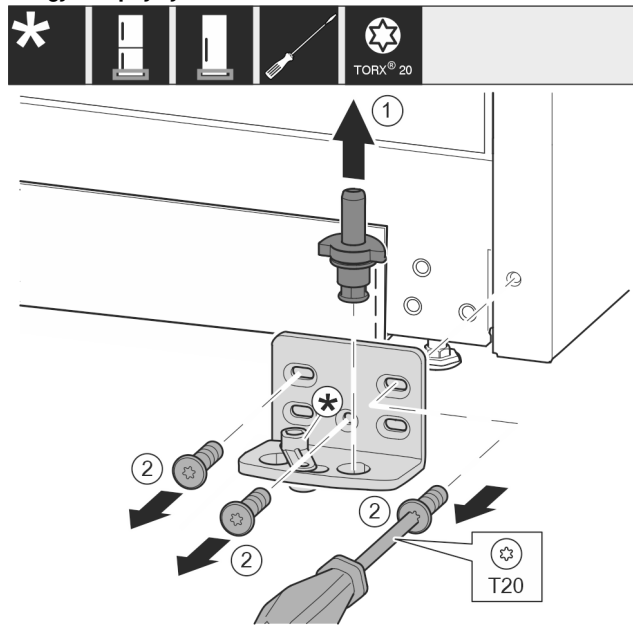

Fig. 11
- ▶ Nxirrni jashtë komplet bazamentin mbështetës nga lart. Fig. 11 (1)
- ▶ Nxirrni jashtë vidat me një kaçavidë T20 dhe hiqni bazamentin mbështetës. Fig. 11 (2)